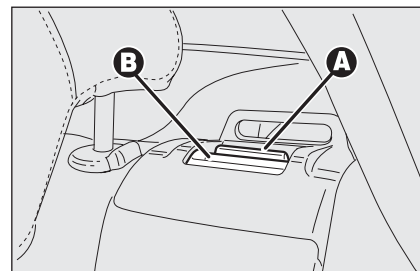

fig. 29
- ☐ sollevare la leva **A-fig. 29** e ribaltare lo schienale del sedile posteriore in avanti (il sollevamento della leva è evidenziato da una "banda rossa" **B**;